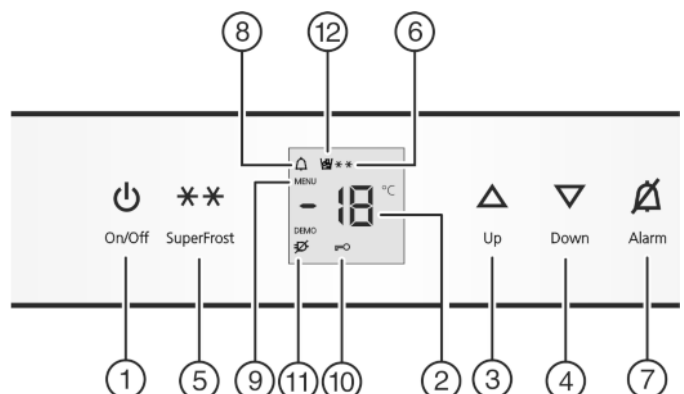

Fig. 2
- ▶ Premere il tasto On/Off Fig. 2 (1).
- ▶ Attivazione del modo regolazione: Premere il tasto SuperFrost Fig. 2 (5) per ca. 5 sec.
- ▷ Il simbolo Menu Fig. 2 (9) si illumina.
- ▶ Premere brevemente il tasto SuperFrost Fig. 2 (5) per confermare.
- ▶ Per inserire la sicurezza bambini premere brevemente il tasto SuperFrost Fig. 2 (5).
- ▷ Il simbolo Sicurezza bambini Fig. 2 (10) si illumina. Nel display lampeggia **c**.
- ▶ Per disinserire la sicurezza bambini premere brevemente il tasto SuperFrost Fig. 2 (5).
- ▷ Il simbolo Sicurezza bambini Fig. 2 (10) si spegne. Nel display lampeggia **c**.
- ▶ Disattivazione del modo regolazione: premere il tasto On/Off Fig. 2 (1).
- ▶ Premere il tasto Allarme Fig. 2 (7).
Contemporaneamente lampeggiano il display della temperatura e il simbolo Allarme Fig. 2 (8).
L'allarme acustico si disattiva automaticamente e il simbolo Allarme Fig. 2 (8) si spegne e il display della temperatura cessa di lampeggiare, quando la temperatura è di nuovo sufficientemente fredda.